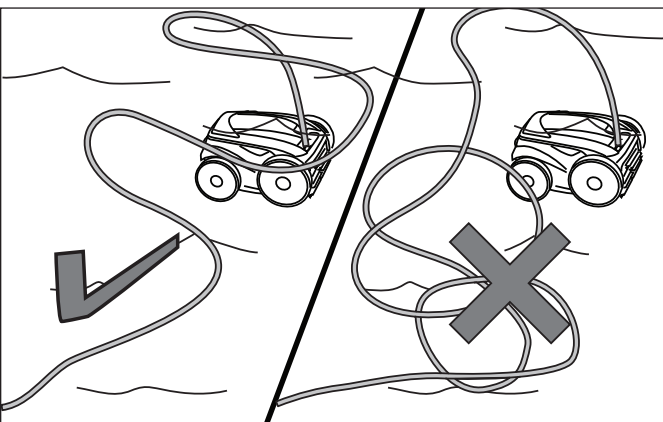

Figura 15. Difundiendo el cable flotador sobre la piscina
3. Difunda el cable flotador sobre la piscina, asegurándose que no este torcido o mal enrollado. Vea la Figura 15.